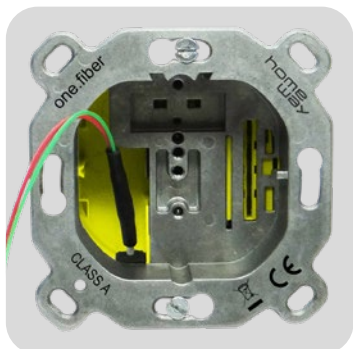

Abb. 13: Dose in die Wand montieren
- ▶ Abb. 13: Anschließend die Dose wieder in die Wand montieren.